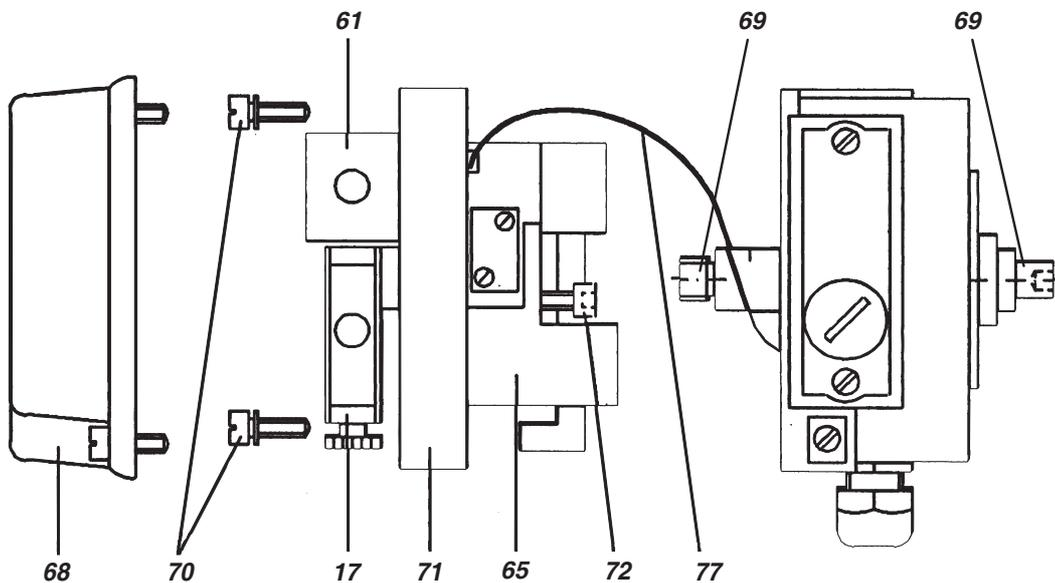

Abb. 30: Aus- und Einbau des I-p Umformerteils 65 und des Verstärkers 61
Wurden Veränderungen am I-p Umformerteil (Abb. 30, Pos. 65) vorgenommen, so ist auch dieses zu justieren (siehe S. 20).
5.3.1 I-p Umformerteil ausbauen (siehe Abb. 30)
5.3.4 I-p Umformerteil einbauen und Gerät zusammenbauen (siehe Abb. 30)